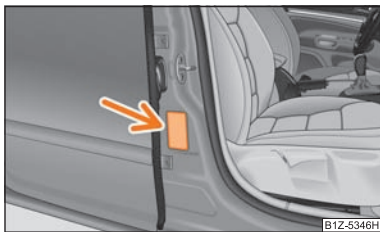

Abb. 143 Aufkleber an der mittleren Karoseriesäule auf der Beifahrerseite
- Auf diese Tatsache weist auch der Aufkleber hin, der sich an der mittleren Karoseriesäule auf der Beifahrerseite befindet ⇒ Abb. 143. Der Aufkleber ist nach dem Öffnen der Beifahrertür sichtbar. Für einige Länder ist der Aufkleber auch an der Sonnenblende des Beifahrers angebracht.